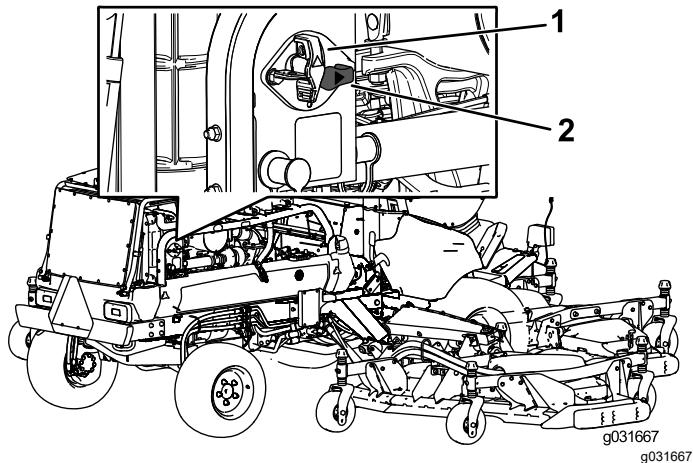

Figure 1
5. Tournez le coupe-batterie en position HORS TENSION (Figure 1).